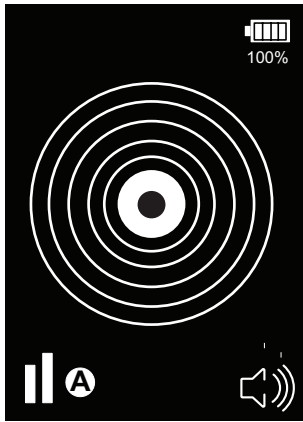

Fig. 7: Schermata dell'indicazione di allarme
5. Se viene rilevato del refrigerante, il suono aumenta di velocità e tono e il display mostra dei cerchi concentrici che, partendo dal centro, aumentano di dimensione verso l'esterno all'aumentare della concentrazione di refrigerante (vedere Fig. 7).